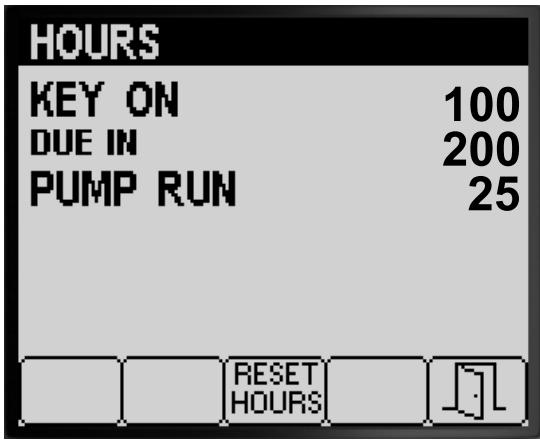

図 81
3. 画面に表示されるカウンタの数値 図 81から、以下のことが分かる
4. すべての時間情報をリセットするには、ボタン3を押す図81。
5. ボタン5を押すと HOURS 画面を終了し、整備画面に戻る図81。